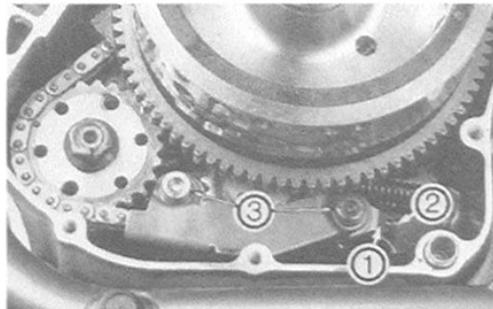

Bild 51
- Sicherungsmutter ①, Anschlagsschraube ② und Befestigungsschrauben ③ lockern (Bild 51). Dadurch spannt die Feder des Kettenspanners die Kette.